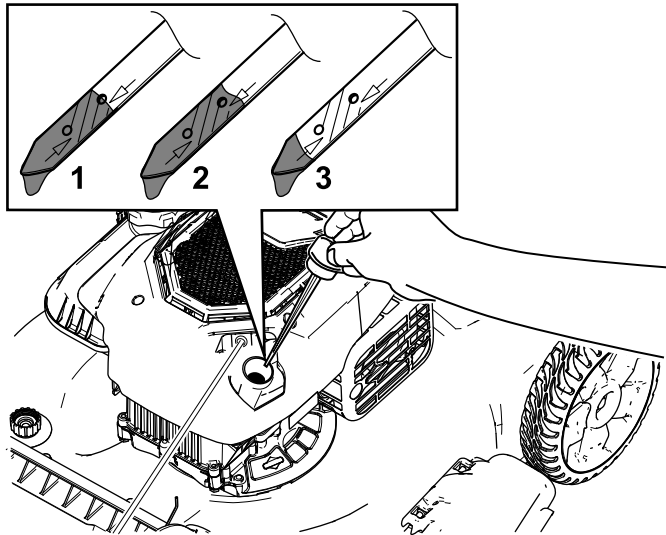

Figura 12
2. Girate il tappo in senso antiorario ed estraete l'asta di livello (Figura 12).
5. Controllate il livello dell'olio sull'asta (Figura 12).
- Se il livello di olio dell'asta è troppo basso (Figura 12), versate con cura una piccola quantità di olio detergente SAE 30 o SAE 10W-30 nel tubo di riempimento dell'olio, attendete 3 minuti e ripetete gli step da 3 a 5 finché il livello dell'olio sull'asta non risulta corretto. Per il tipo di olio, fate riferimento a Cambio dell'olio motore (pagina 19).
- Se il livello dell'olio sull'asta è troppo alto (Figura 12), drenate l'olio in eccesso finché il livello dell'olio sull'asta non risulta corretto; fate riferimento a Cambio dell'olio motore (pagina 19).